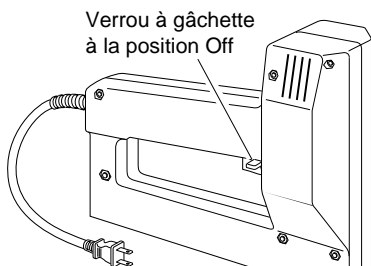

Figure 1
1. Glissez le verrou à gâchette à la position OFF (voir Figure 1) puis débranchez l'outil.